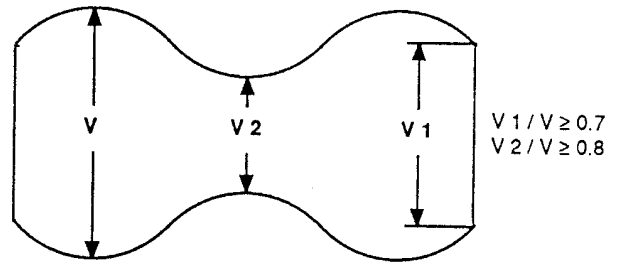

Fig. 39
- Tracking auf maximale Hüllkurvenamplitude einstellen. Diese muß folgende Grenzwerte einhalten (Fig. 39):
- Adjust the tracking to obtain maximum FM envelope amplitude. This must produce the following basic values (Fig. 39):
- Col regolatore tracking ottenere la massima ampiezza dell'involuppo. Essa deve corrispondere ai seguenti valori limite (fig. 39):